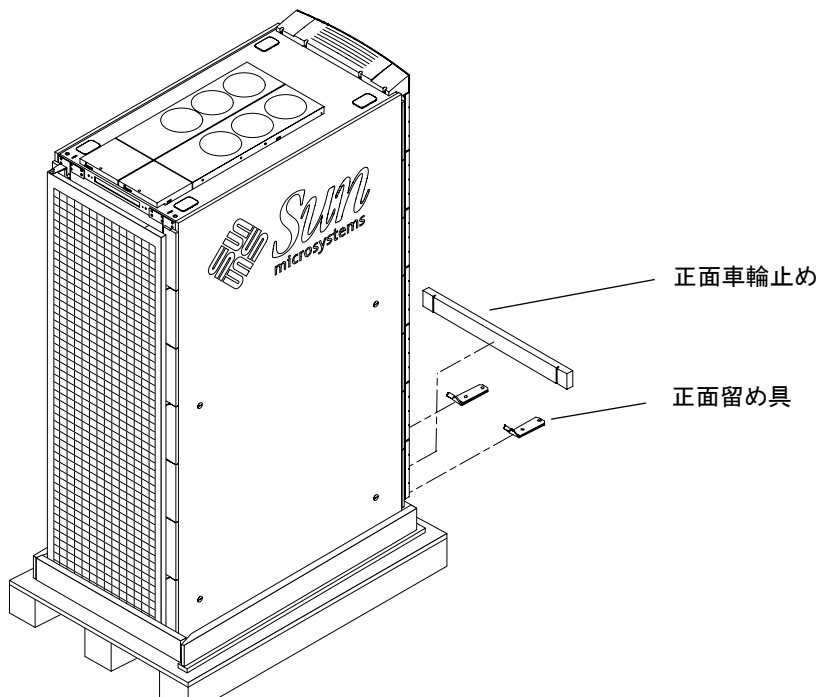

図 2-3 正面留め具および正面車輪止め
2. 高さ調整レンチを使用して、正面留め具を取り外します。留め具は、手順 11 で使用するため、保管しておいてください (図 2-3)。